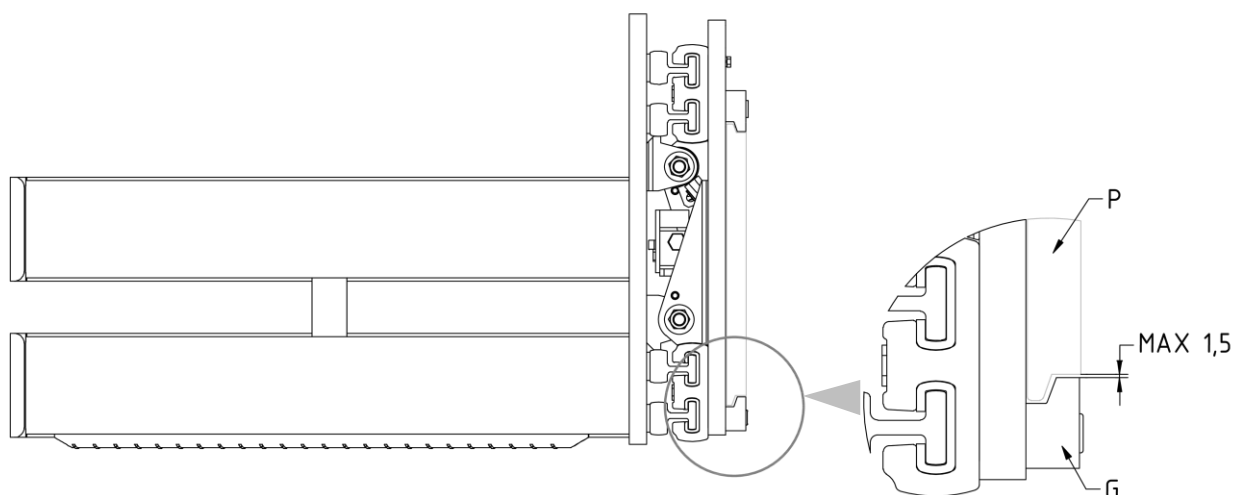

Figura 4
7. Riavvitare i 2 ganci inferiori G in modo che il corpo di questi rimanga agganciato anche inferiormente alla piastra porta forche P (con gioco max. 1,5mm, vedi dettaglio *Figura 4*), serrando con coppia di serraggio indicata nella *Tabella 3*.